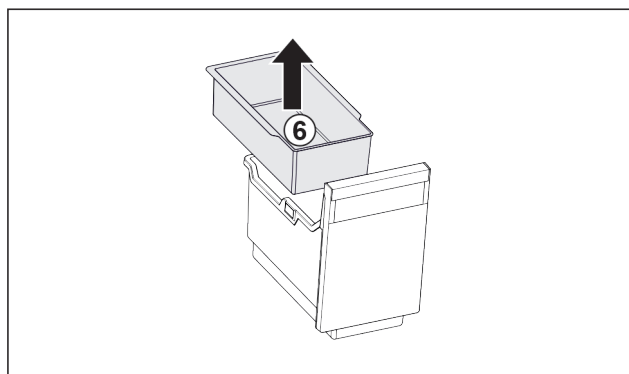

Fig. 105
- Inhangschaal Fig. 105 (6) verwijderen.